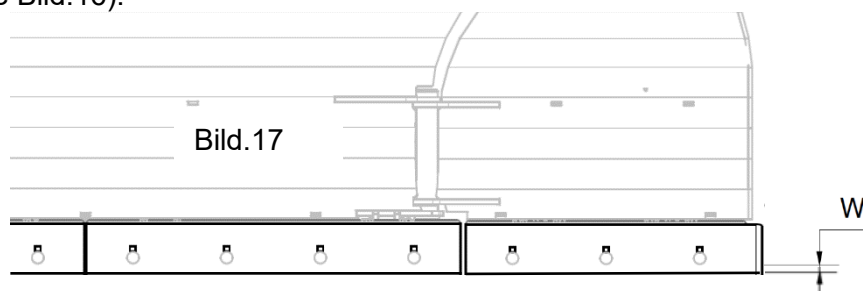
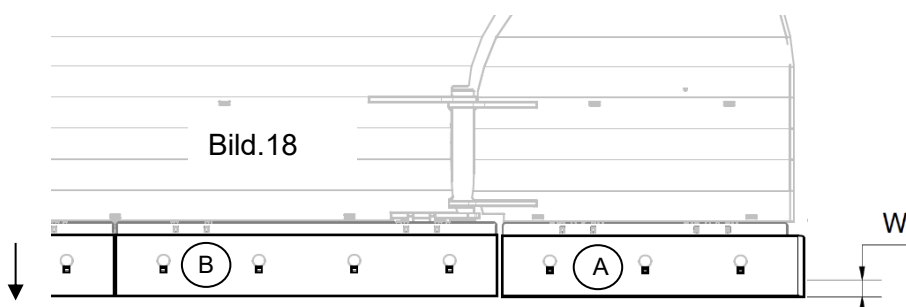

Bild.17
Bild.18
När slitaget är markant och avståndet $W \leq 10\text{mm}$ (se Bild.17) är det dags för att flyta alla slitskär neråt (se Bild.18). När även denna position är utsliten så vänds slitskären(B) eller skifta (vänster-höger sida) detta gäller för de ändbockade slitskären(A).